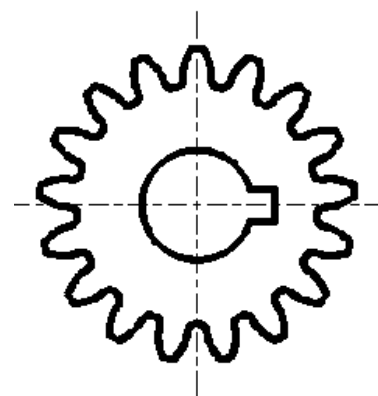

图 3
4、请说明用游标卡尺测量图 3 奇数齿直齿圆柱齿轮齿顶圆直径 d_a 的方案。如果有多种测量方案，只选择一种作答。要求：